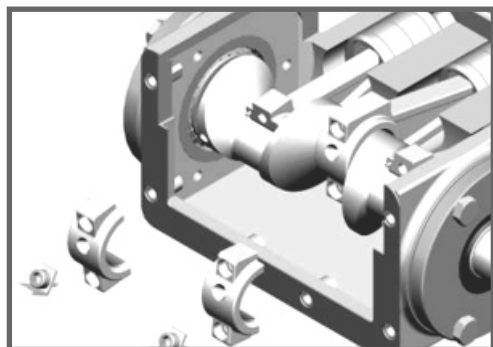

Fig. 56
- 6- Soltar os parafusos de fixação da parte inferior da biela e destacá-la do virabrequim. (Fig. 56)